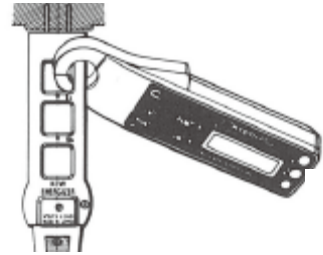

图 12
- 如图所示，M-2004 钳住 M-8021 增能器“1X”位置，测量双线路导线电流流量（10A AC）（图 12）。